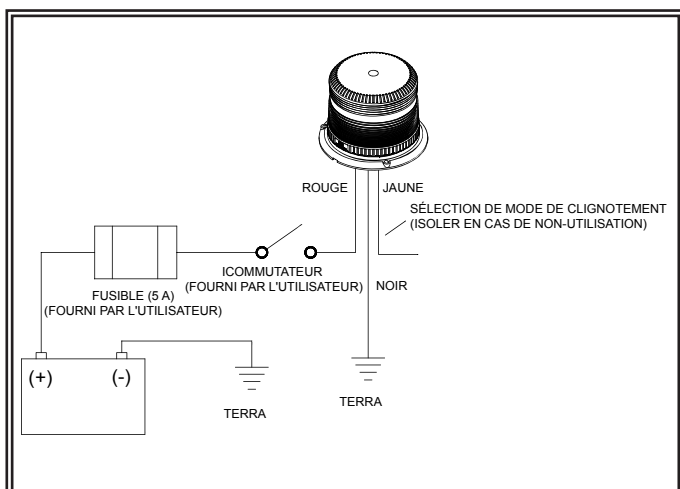

Figure 2
4. Reliez les câbles d'alimentation comme indiqué dans la section sur le câblage (voir figure 2).
La configuration du câblage est indiquée sur la figure 2 ci-dessous. Tous les câblages doivent être d'un minimum de 18 AWG. Il est possible d'employer un interrupteur pour contrôler la fonction d'allumage et d'arrêt. Le fil noir (négatif) est connecté à la masse de la batterie.